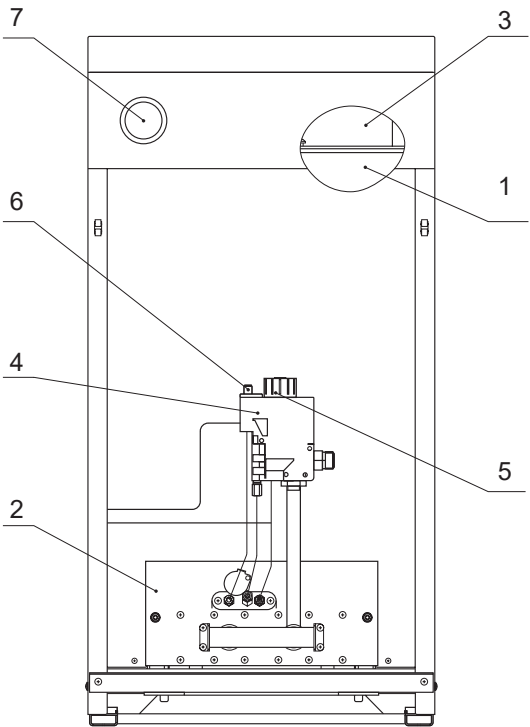

Рис. 2. Особенности котла с газовым блоком TGV 370
4.2 Котел представляет собой сборную конструкцию, закрытую декоративными тонколистовыми панелями с теплоизоляцией, внутри которой располагаются (см. рис. 2, 3):
- дымосборник с датчиком тяги (3);
- корпус котла, состоящий из топки и теплообменника (1);
- газогорелочное устройство с газовым блоком (ГГУ) (2).